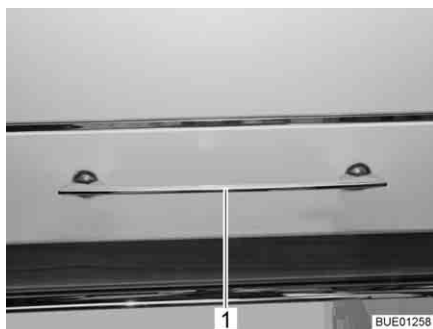

Fig. 38 Sportello del mobile con maniglia di sbloccaggio
- Premere la maniglia di sbloccaggio (Fig. 38,1) verso il basso e tenerla premuto.